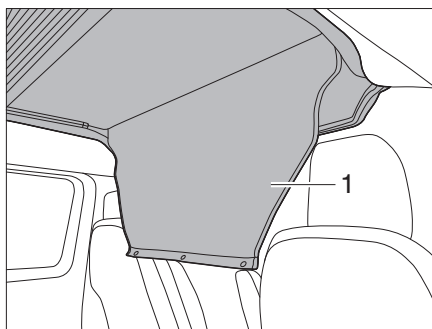

Figura 50 Desenrollar la cubierta de acceso
- Desenrollar la cubierta de acceso (Figura 50,1).
- Cerrar la cubierta de acceso (Figura 50,1) con los broches.